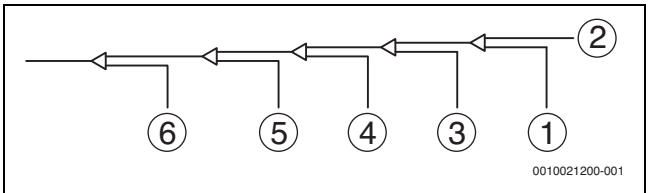

Fig. 143
8. Rincer les autres ouvertures de la même manière, en procédant dans l'ordre depuis l'unité intérieure A vers les unités extérieures. Se référer à la figure 143.